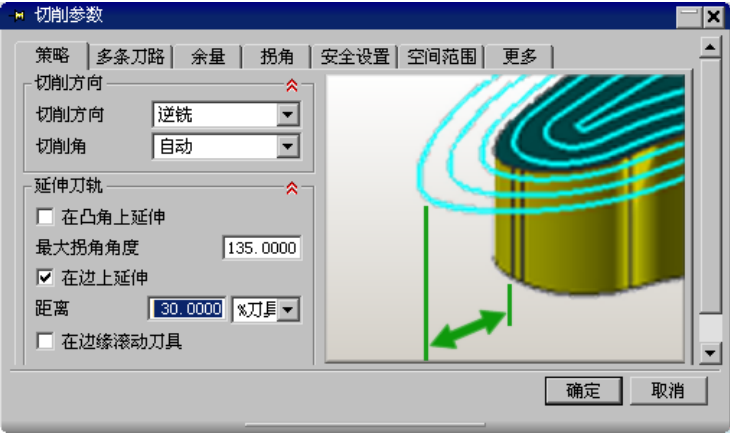

图 4.5.8 “策略”选项卡
Step2. 在“切削参数”对话框中单击 **策略** 选项卡，其参数设置如图 4.5.8 所示。